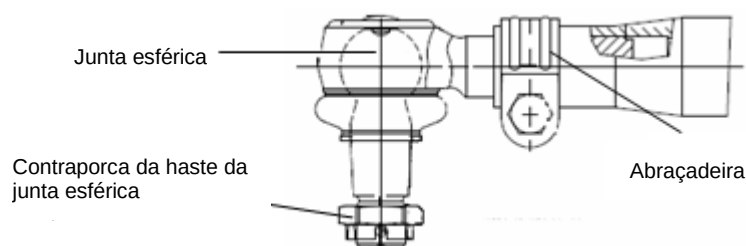

Figura 05 – 36
- d) Verifique o rolamento do balancim de direção. Consulte a Figura 05 – 37.